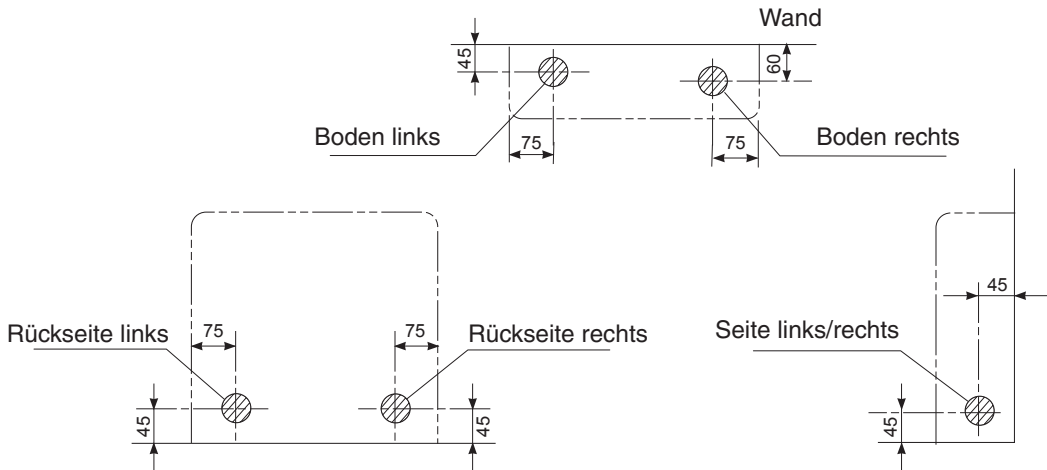

Bild 19: Positionen für Wand-/Bodendurchführungen
- Lochposition festlegen je nach gewünschter Rohrdurchführung für die Kältemittelleitung (siehe Bild 19)